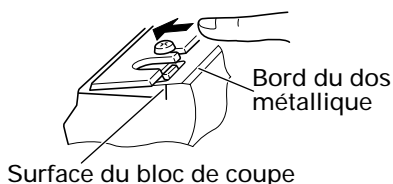
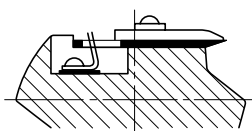

Fig. 9
Fig. 10 (Installation correcte)
(1) Tourner la surface plate du bloc de lame sur le côté, et monter la lame une fois ajustée comme indiqué à la Fig. 9. Puis, en s'assurant que le ressort à lames du bloc de lame est bien inséré dans l'orifice de la plaque arrière, enfoncer du doigt le dos de la lame dans le sens de la flèche, jusqu'à ce que le bord du dos métallique soit correctement fixé sur la surface du bloc de lame. Corriger l'installation comme indiqué à la Fig. 10.